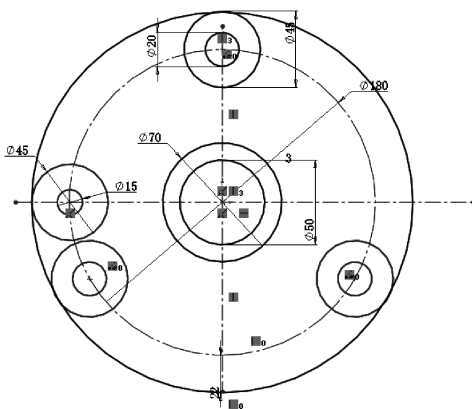

图 11-11 等距实体圆
10) 单击【草图】工具栏中的 f (等距实体) 按钮, 在屏幕左侧【属性管理器】中弹出【等距实体】属性设置, f 选择 22, 单击草图中的圆, 使之高亮, 在【属性管理器】单击 $\checkmark$ 按钮, 如图 11-11 所示。